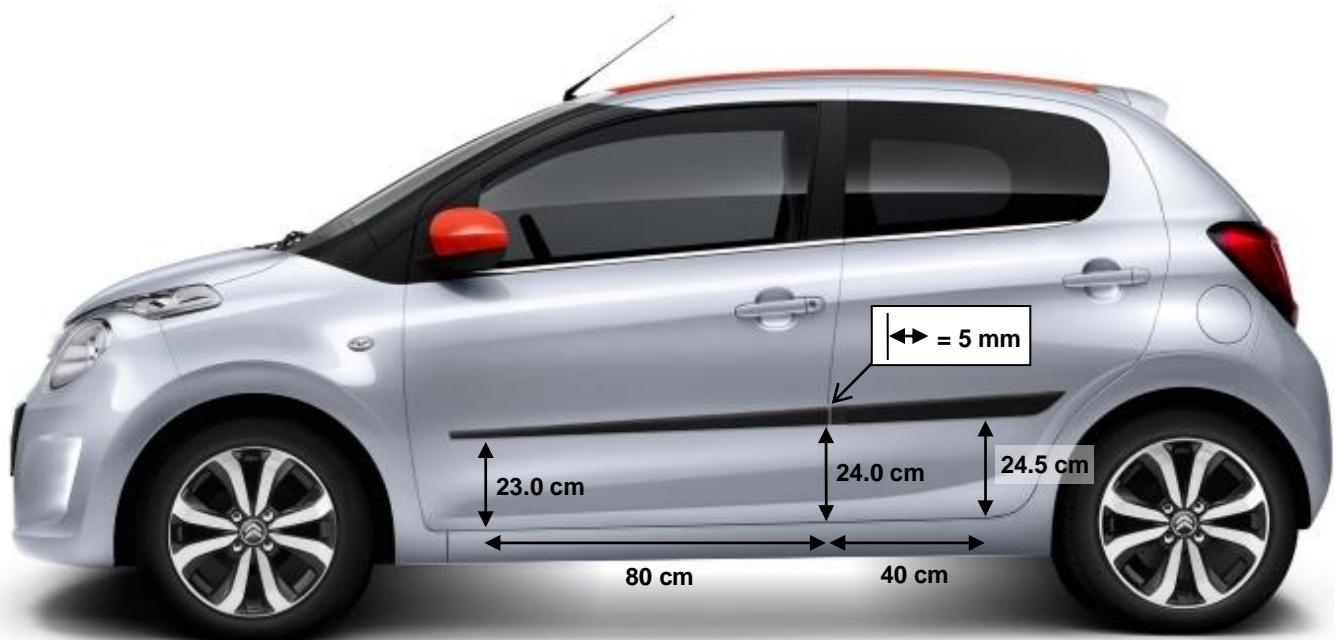

fig. 1
2. Use tape to mark the correct position of the protection parts on the doors as shown in **fig. 1**.
2. Die richtige Position der Leisten mittels Klebeband an den Türen markieren, so wie angegeben in **Fig. 1**.
2. Markeer met tape de juiste positie van de stootlijsten op de portieren zoals aangeven in **fig. 1**.
2. Utilisez du ruban pour marquer la position correcte des pièces sur les portes comme indiqué dans la **fig.1**.